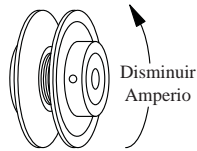

Fig. 6
- **Ajuste la polea si es necesario.** Si la lectura de amperio es menos del valor especificado del motor, apague la unidad y quite el panel de inspección (la tapa para modelos ADA35 y ASA35). Desconecte el motor dentro de la caja para protegerse en caso de que alguien intente poner en marcha el aparato mientras usted está trabajando. Esto hay que hacerlo por su propia seguridad. Ajuste la polea a un diámetro mas grande y vuelva a ajustar la tensión de la correa. Conecte el motor, coloque el panel y compruebe de nuevo el amperio. Repita estos pasos hasta obtener la lectura de amperio correcta. El incrementar el diámetro de la polea, incrementa también el amperio; el disminuir el diámetro de la polea, disminuye también el amperio (véase fig. 6).